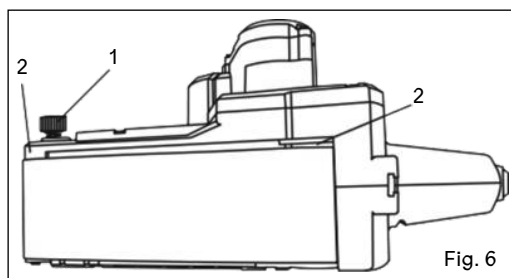

Fig. 6
3. Pendant que la courroie de ponçage tourne, tournez très légèrement le bouton de réglage du mouvement (1) et observez comment la courroie de ponçage se déplace sur les rouleaux (2) (Fig. 6).
1. Appuyez sur l'interrupteur de déclenchement et assurez-vous que la courroie de ponçage se déplace au centre des rouleaux. Ajustez si nécessaire (Fig. 6).